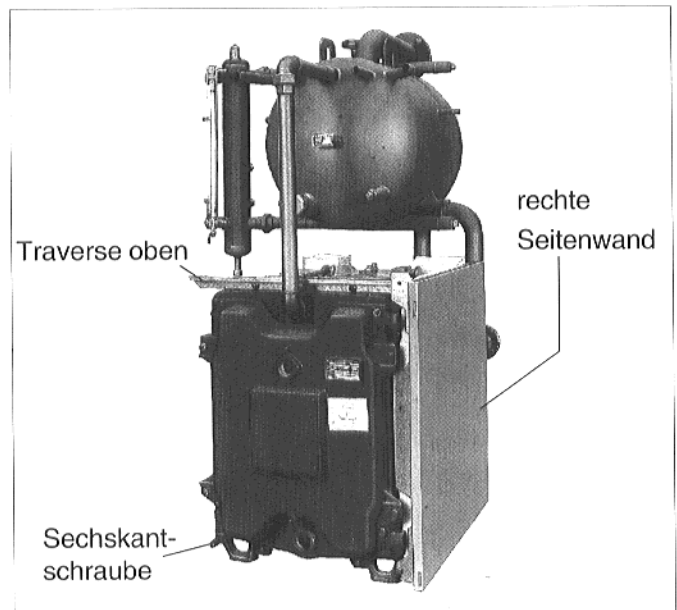

Abb. 27
- **Traverse oben (Abb. 27)** vorn links und rechts mit den Langlöchern auf die Ankerstange stecken und mit den Kontermuttern festschrauben.
- **Rechte - Seitenwand** hinten, oben in das Blech der Rückwandverkleidung, vorne unten in die Sechskantschrauben einhängen. Vorne oben mit zwei Blechschauben an der Traverse anschrauben. Hinten mit zwei Blechschauben an der Kesselrückwand festschrauben (Abb. 27).